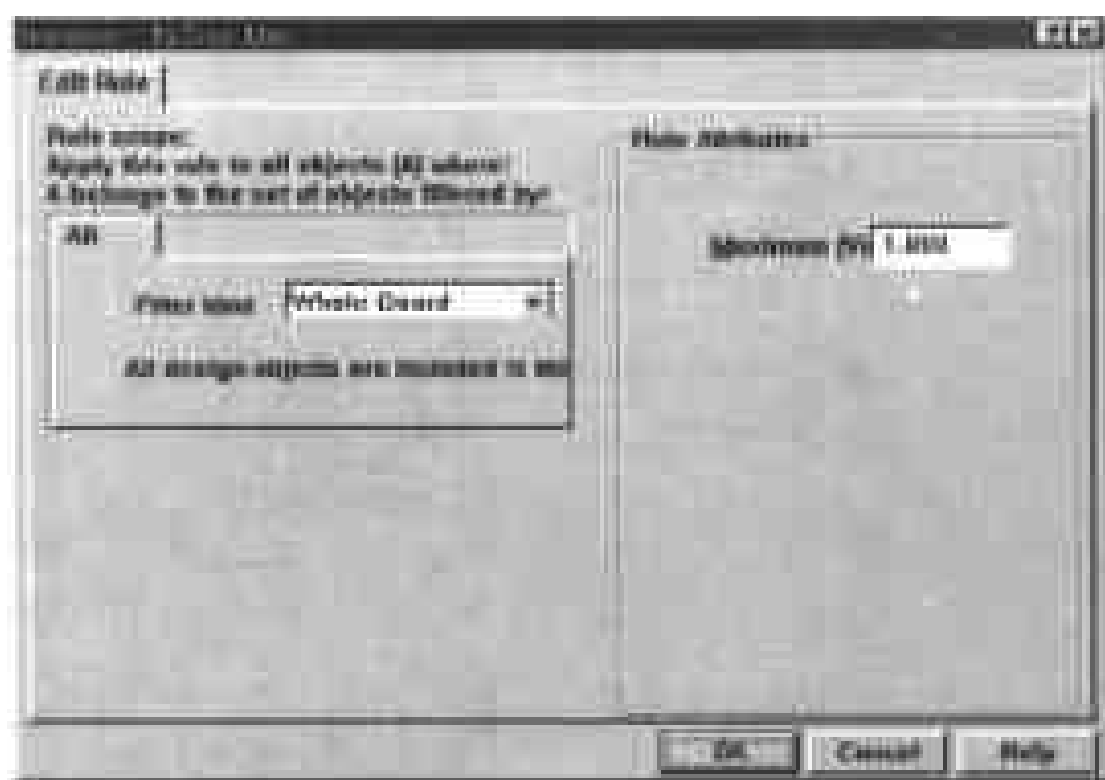

图 9-48 设置下降沿信号的最大向下振幅
(1) 选择 Design > Rules,在弹出的 Design Rules 对话框中单击 Signal Integrity 标签,然后在对话框的 Rule Classes 列表框中单击 Overshoot-Falling Edge,此时对话框下部的方框中包含 Scope 和 Maximum 两个栏目。
(2) 在对话框下部单击 Add 命令按钮,弹出如图 9-48 所示的对话框,供用户进行设置。
(3) 在对话框左边单击 Filter kind 选项的下拉列表框,在弹出的下拉列表中包含了 Whole Board, Net Class 和 Net 3 个选项,供用户设定此规则的适用范围,此选项的取值将反映在 Design Rules 对话框下部方框的 Scope 栏中。
(4) 在对话框右边的 Maximum(Volts)栏中输入数值,设置瞬时电压的最大振幅,此选项的取值将反映在 Design Rules 对话框下部方框的 Maximum 栏中。
(5) 设置好对话框中的选项后,单击 OK 命令按钮,返回 Design Rules 对话框,新设定的规则将显示在对话框下部的方框中。单击 Close 命令按钮,返回工作窗口,完成此规则的设置。
(1) 选择 Design > Rules,在弹出的 Design Rules 对话框中单击 Signal Integrity 标签,然后在对话框的 Rule Classes 列表框中单击 Overshoot-Rising Edge,此时对话框下部的方框中将包含 Scope 和 Maximum 两个栏目。
(2) 单击对话框下部的 Add 命令按钮,弹出与图 9-48 基本相同的对话框,其中的选项设置方法也大体相同。
(3) 按照前面介绍的方法设置对话框中的选项,然后单击 OK 命令按钮,返回 Design Rules 对话框,新设定的规则将显示在对话框下部的方框中。单击 Close 命令按钮,返回工作窗口,完成此规则的设置。